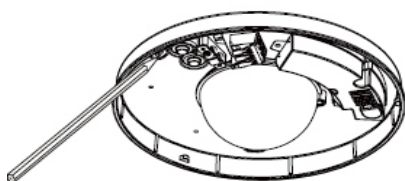

Abb. 2
- Schritt 2: Halten Sie Grundplatte an die für die endgültige Montage vorgesehene Stelle und markieren Sie die Bohrlöcher (Abb. 2)